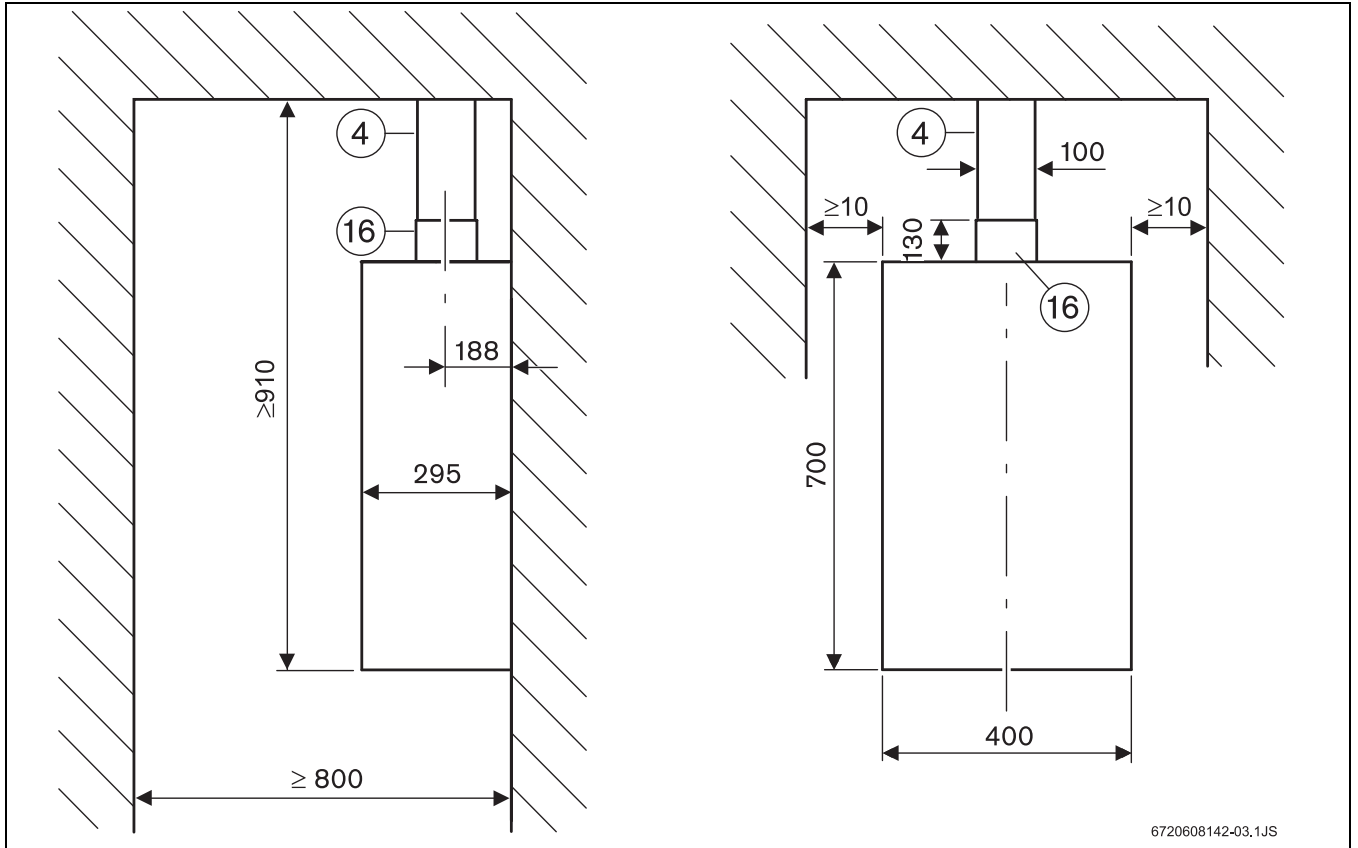

Fig. 13
3.3.2 Evacuarea gazelor arse pe verticală, cu AZ 396 (Fig. 13, 14)